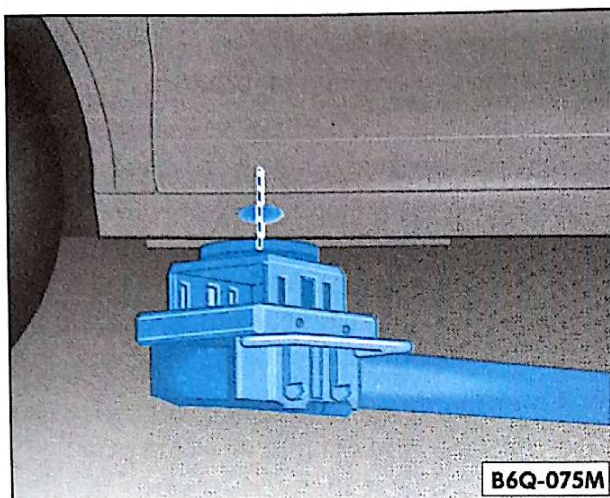
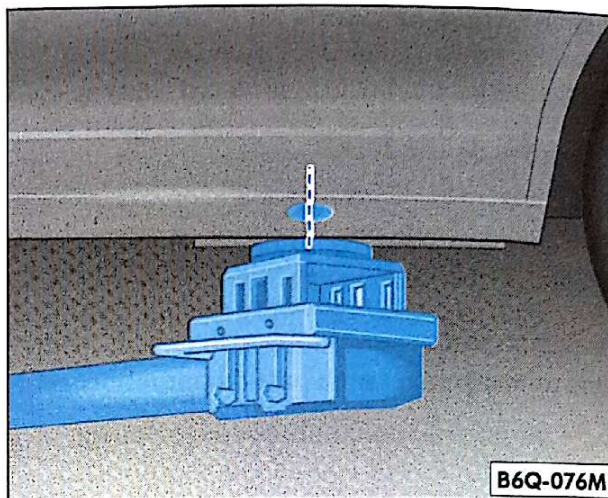

Fig. 145 Elevação do veículo: ponto de recepção dianteiro do lado esquerdo
Fig. 146 Elevação do veículo: ponto de recepção traseiro do lado esquerdo
O seu veículo só pode ser levantado na oficina, através de um elevador, pelos pontos assinalados nas figuras ⇒ fig. 145 e ⇒ fig. 146 ⇒ ⚠.
- Só levante o veículo pelos pontos assinalados nas figuras ⇒ fig. 145 e ⇒ fig. 146.